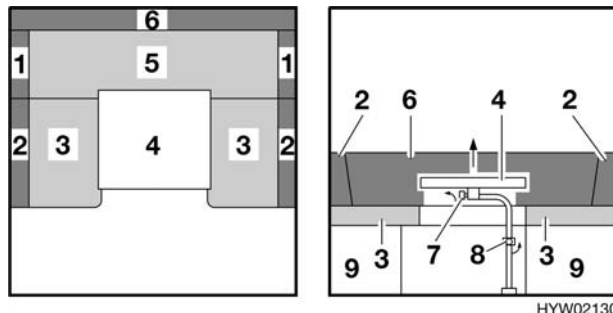

Bild 83 Vor dem Umbau
- Befestigungsschraube (Bild 83,7) an der Tischunterseite lösen und Tischplatte (Bild 83,4) abheben.
- Befestigungsschraube (Bild 83,8) für Tischfuß lösen, Tischfuß nach oben aus der Halterung herausziehen.